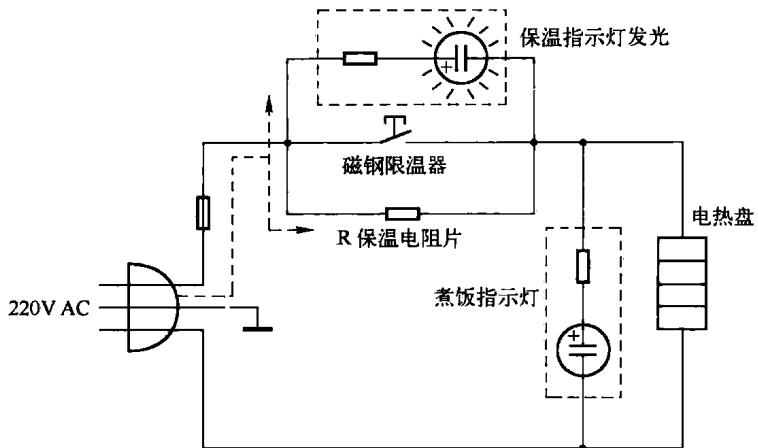

图 1-19 保温工作原理图
**2) 保温工作原理** 当饭熟后，电饭煲锅内温度会上升超过 100℃，这时磁钢失去磁性释放永久磁体，带动连杆断开触点开关，电路自动将保温器和保温指示氖泡接入电路中，这时保温指示氖泡发光。由于保温器内部存在约  $1\text{k}\Omega$  的电阻，电发热盘上的电压下降，电流减小，此时电饭煲进入保温状态。由于电路回路电流较小，故煮饭指示氖泡不亮。在电饭煲内部，保温器紧贴锅底感温，它的电阻值会随锅底温度的升高而增大，导致通过电热盘的电流减小，使锅内温度降低；当锅底温度降低时，其电阻值将减小，通过电热盘的电流将增大，锅内温度将上升；如此循环工作，从而达到保温的目的。保温工作原理图如图 1-19 所示。